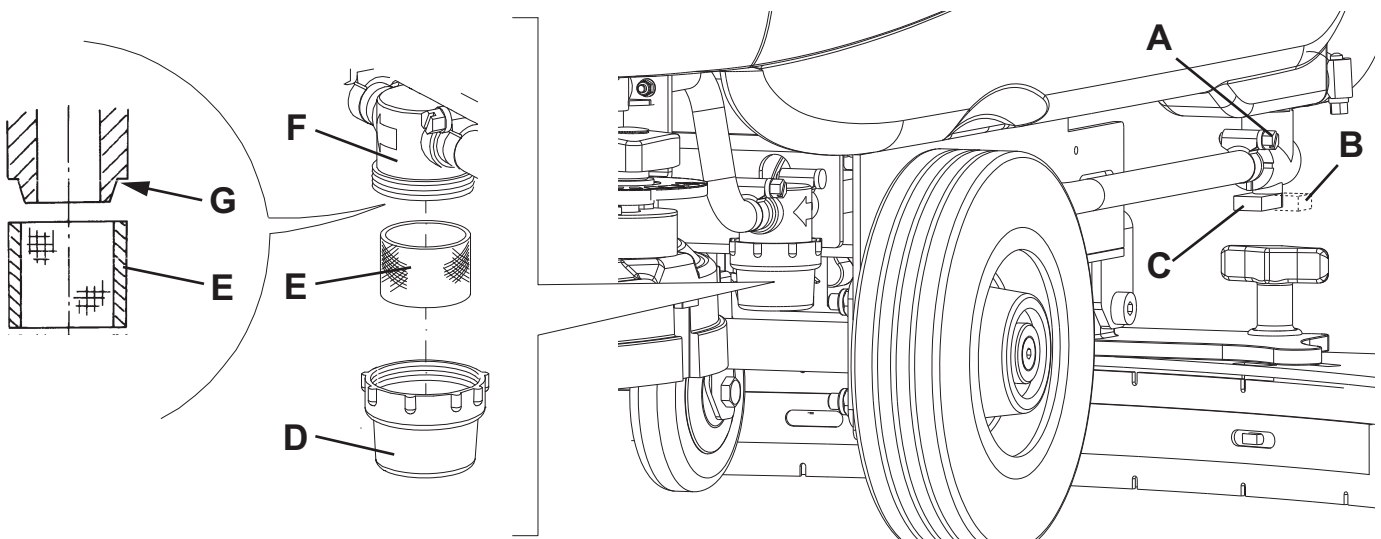

Abbildung 7
2. Den Zündschlüssel (80) auf "0" stellen.
3. Das Reinigungslösungsventil (A, Abb. 7) schließen. Das Ventil befindet sich unter dem Gerät hinter dem linken Hinterrad. Das Ventil (A) ist geschlossen, wenn es sich gegenüber der Leitung in Stellung (B) befindet. In Stellung (C) ist es geöffnet.
4. Durchsichtigen Deckel (D) abnehmen und Siebfilter (E) entfernen. Reinigen und in der Halterung (F) anbringen.